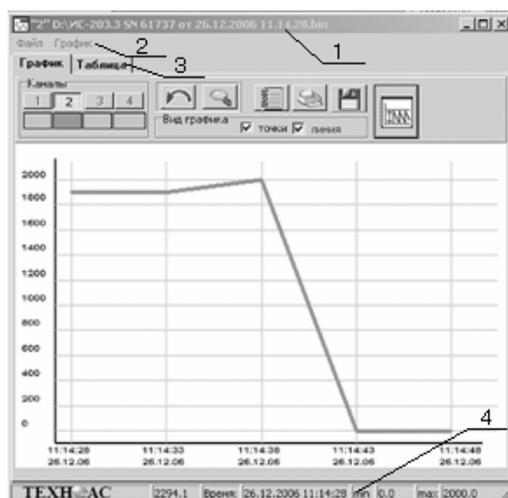

Рис.18
8.3 Открыть выделенный файл. На экране появится окно, приведенное на рис.18, где: